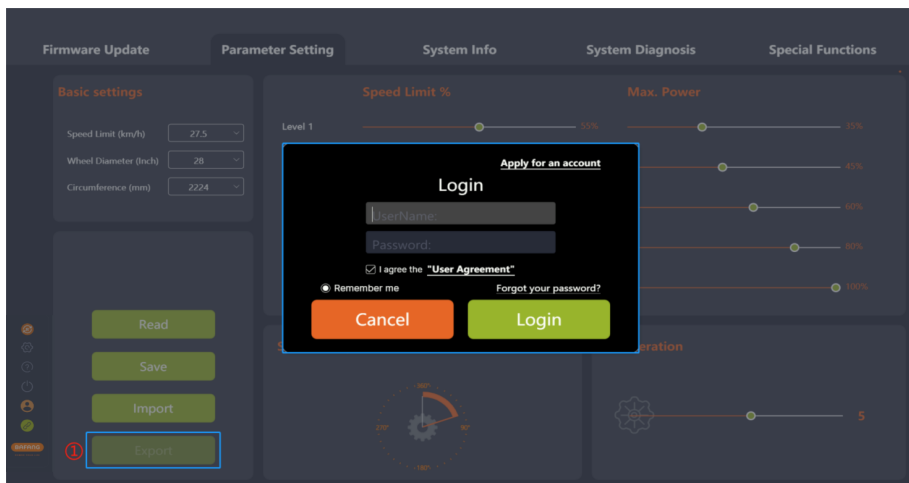

图 5-9 导出
1. 点击“导出”，如未登录会弹出登录界面，提示用户登录（如图 5-9）；